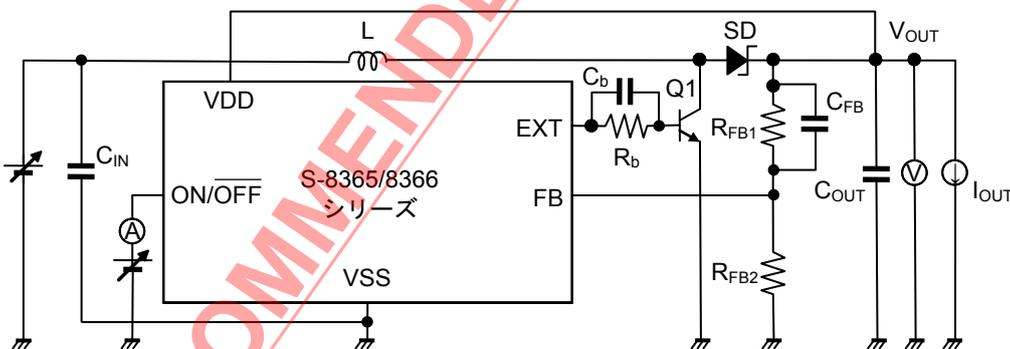

図 10
- \*2. 「表 10 外付け部品一覧」に示した外付け部品、および図 10 に示した測定回路での保証値です。動作開始電圧は、ダイオードの順方向電圧によって大きく変動しますので、実機にて十分な評価を行ってください。